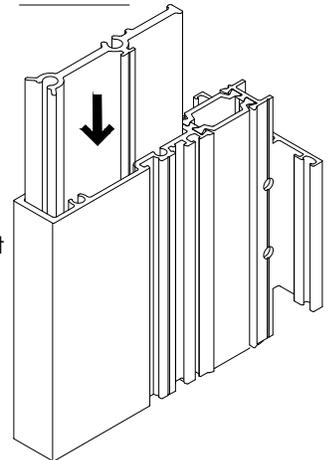

FIG. 4
- Faire glisser le renfort dans le meneau vertical depuis l'une de ses extrémités. **Voir FIG 4.**